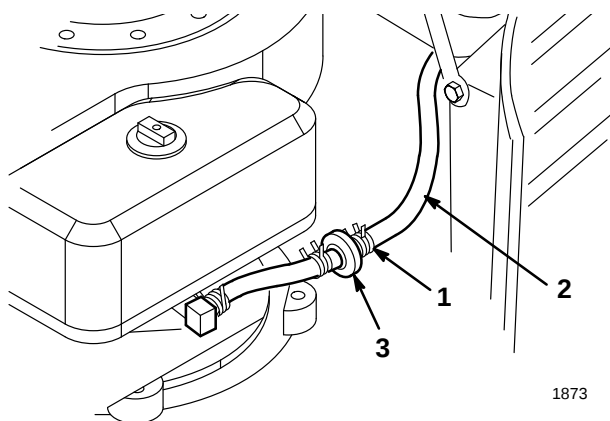

Abbildung 24
3. Die Enden der Schlauchklemme zusammendrücken und die Klemme an der Kraftstoffleitung entlang nach oben zum Kraftstofftank schieben (Abb. 24).
4. Die Kraftstoffleitung vom Filter abziehen (Abb. 24) und das Benzin in einen Benzin-kanister oder eine Auffangschale laufen lassen.
Der beste Zeitpunkt zum Austausch des Kraftstofffilters (Abb. 24) ist bei leerem Kraftstofftank. Niemals einen schmutzigen Filter wieder anbringen, wenn er von der Kraftstoffleitung entfernt wurde.
3. Die Enden der Schlauchschellen zusammendrücken und vom Filter wegschieben (Abb. 24).